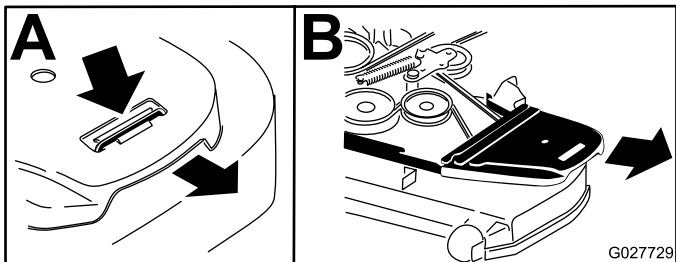

Figura 92
4. Retire las cubiertas de la correa (Figura 92).